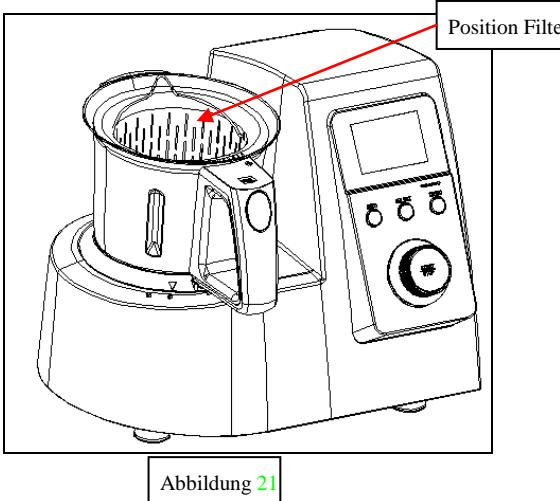

Abbildung 21
Schritt 1: Geben Sie mindestens 500g Wasser in den SS-Krug. Benutzen Sie den Filter, dann geben Sie zuerst den Filter in den SS-Krug (Abbildung 21) und dann das Essen (wie Reis und Kartoffeln) in den Filter, geben den Deckel darauf und vergewissern Sie sich, dass der Knopf in der richtigen Position festgeschlossen ist.